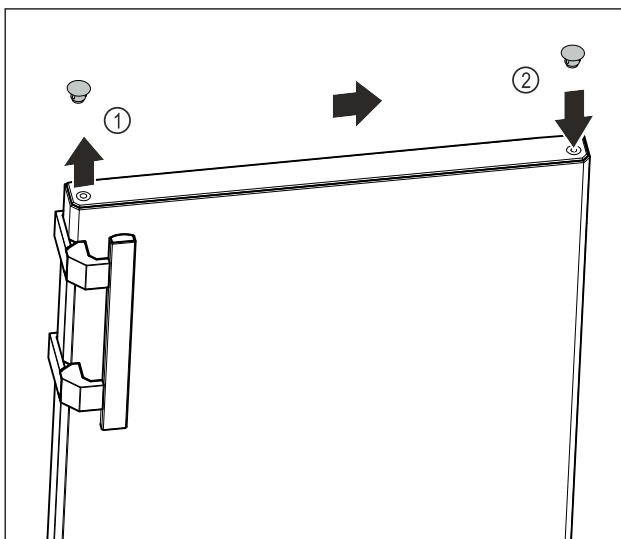

Fig. 16
- ▶ Осторожно поднимите заглушку в верхней части двери Fig. 16 (1) при помощи шлицевой отвертки.
- ▶ Установите заглушку на противоположной стороне. Fig. 16 (2)